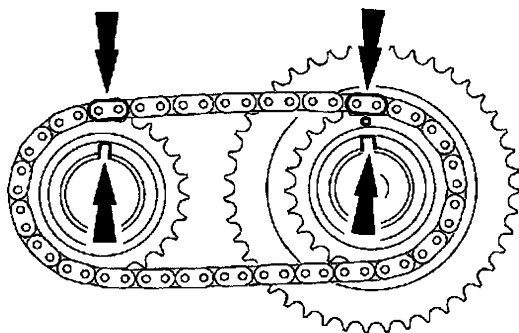

图 15-25 镀色链节对准正时标记
8) 把左侧可变凸轮轴正时总成、左侧排气凸轮轴链轮和左侧次级正时链条组装好。确保正时链条上的镀色链节对齐正时标记, 如图 15-25 所示。